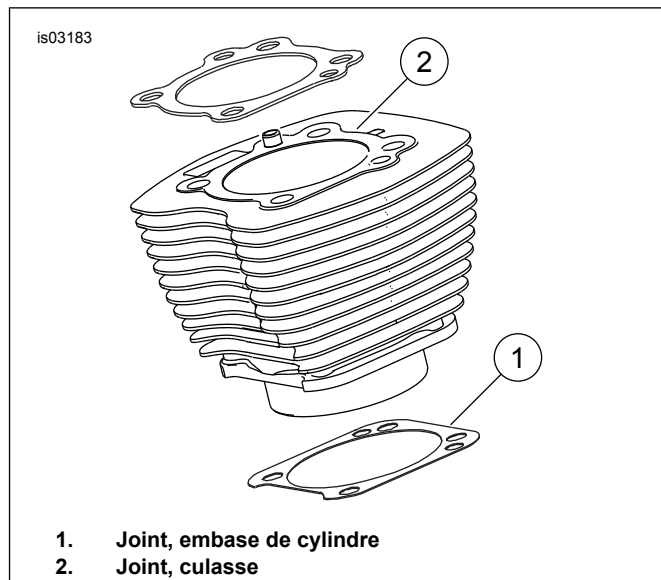

Figure 1. Joints de cylindre
Voir Figure 1. Le joint d'embase de cylindre de 103,12 mm (4,060 po) (1) et le joint de culasse (2) éliminent la nécessité des joints toriques. Ne pas utiliser de joints toriques sur les goujons de cylindre ou les emboîtements de cylindre.